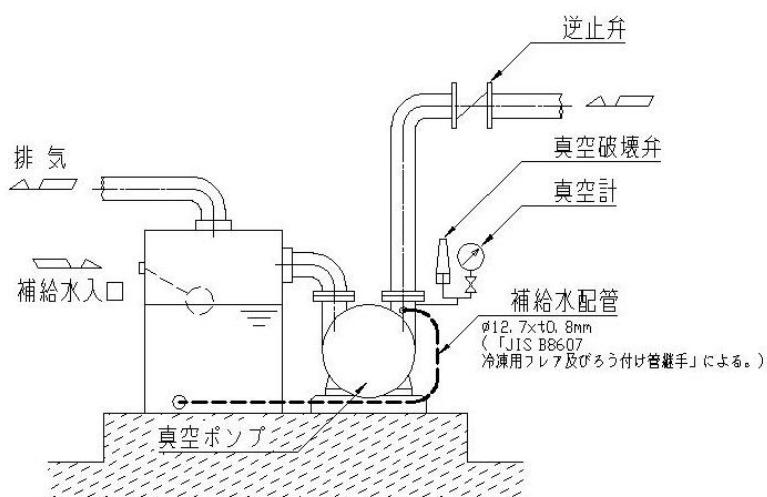

図9 補給水槽配管図（例）
(2) 特長
(3) 据付および配管
- (a) ポンプと補給水槽との接続は図9のように配管してください。